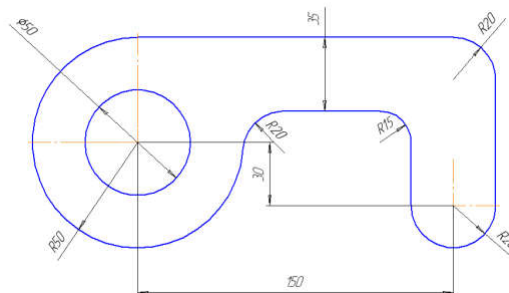

Рис.4
2) Постройте из кругов и отрезков контур (см.рис.4) по необходимости используя команду «Обрезать». Затем при помощи команды Редактирование полилиний преобразуйте его в замкнутую полилинию и сопрягите, где необходимо.